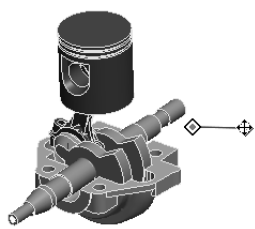

图 3-6 平移模型
- 平移：按住鼠标中键 + Shift 键 + 移动鼠标，如图 3-6 所示。